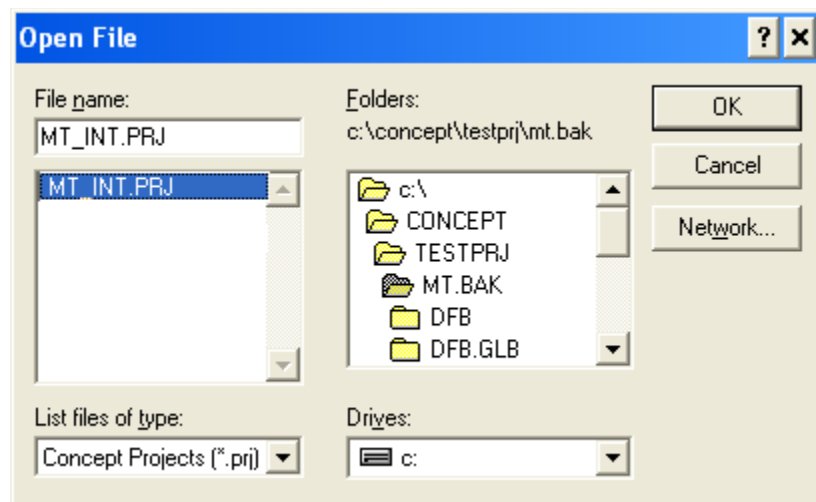

Figure 5-6 : Dialogue de sélection du projet
1. Ouvrez un projet en accédant au menu des fichiers et en sélectionnant OUVERTURE, puis en sélectionnant le projet. Dans cet exemple, le projet porte le nom de MT\_INT.PRJ (Figure 5-6).